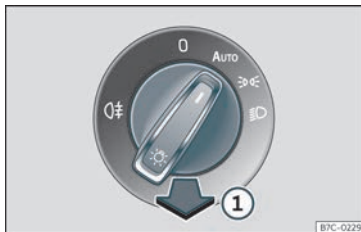

Fig. 89 Tauler d'instruments: comandament dels llums.
- **Encendre llum posterior antiboira** ①: estireu el commutador dels llums fins que encaixi a >>> **fig. 89** ① des de la posició >>>, ① o bé AUTO.